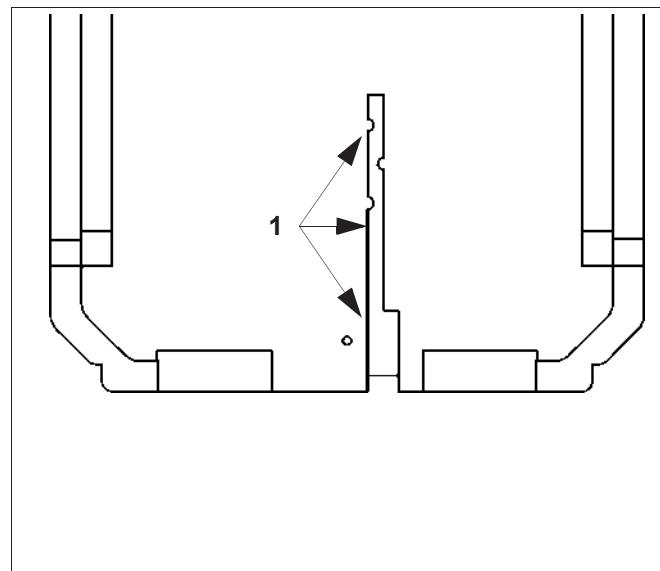

Рис. 6 Задний теплоизоляционный элемент
- Электрические провода проложить в кабельном вводе (рис. 6, **поз. 1**) заднего теплоизоляционного элемента и вывести назад.